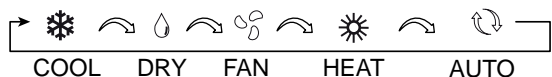

Fig. 27: Selección del modo de funcionamiento
- Cada pulsación del botón cambia el modo en la secuencia mostrada en la Fig. 27.